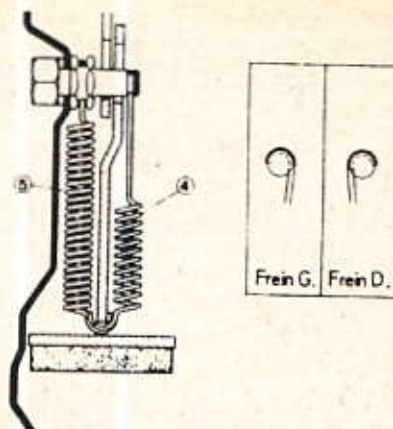

Fig. 90. — Orientation des mâchoires et ressorts de rappel.
Au montage, l'extrémité contre-coude du segment doit être placée à l'extérieur du plateau (fig. 90).
Les deux ressorts intérieurs (5) (fig. 90) de rappel des segments sont différents des deux ressorts extérieurs (4), ces derniers comportant 17 spires au lieu de 26.